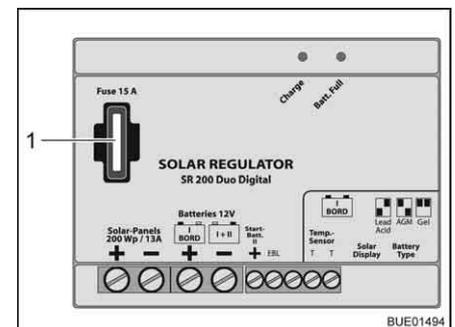

Fig. 118 Fusibile regolatore di carica del pannello solare 200 W
- Sostituire il fusibile piatto 15 A/blu (Fig. 118,1).